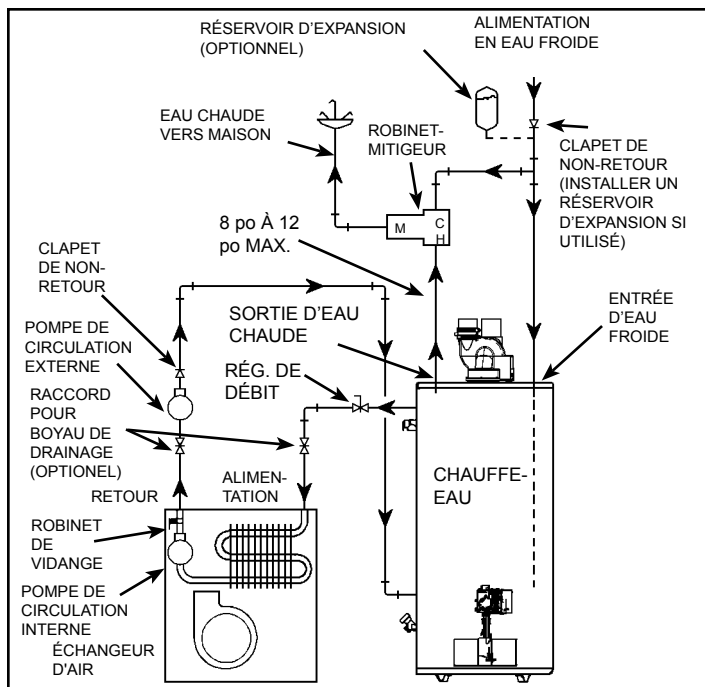

Figure 42
8. Les systèmes de chauffage combiné fonctionnent à une température plus élevée que les systèmes réguliers. Dans ce cas, il faut prendre certaines précautions, comme installer un robinet-mélangeur, afin de réduire la température de l'eau du système et ainsi réduire les risques d'ébouillantage (Figures 42 et 43).
- A. Un serpentín avec échangeur d'air (Figure 42).